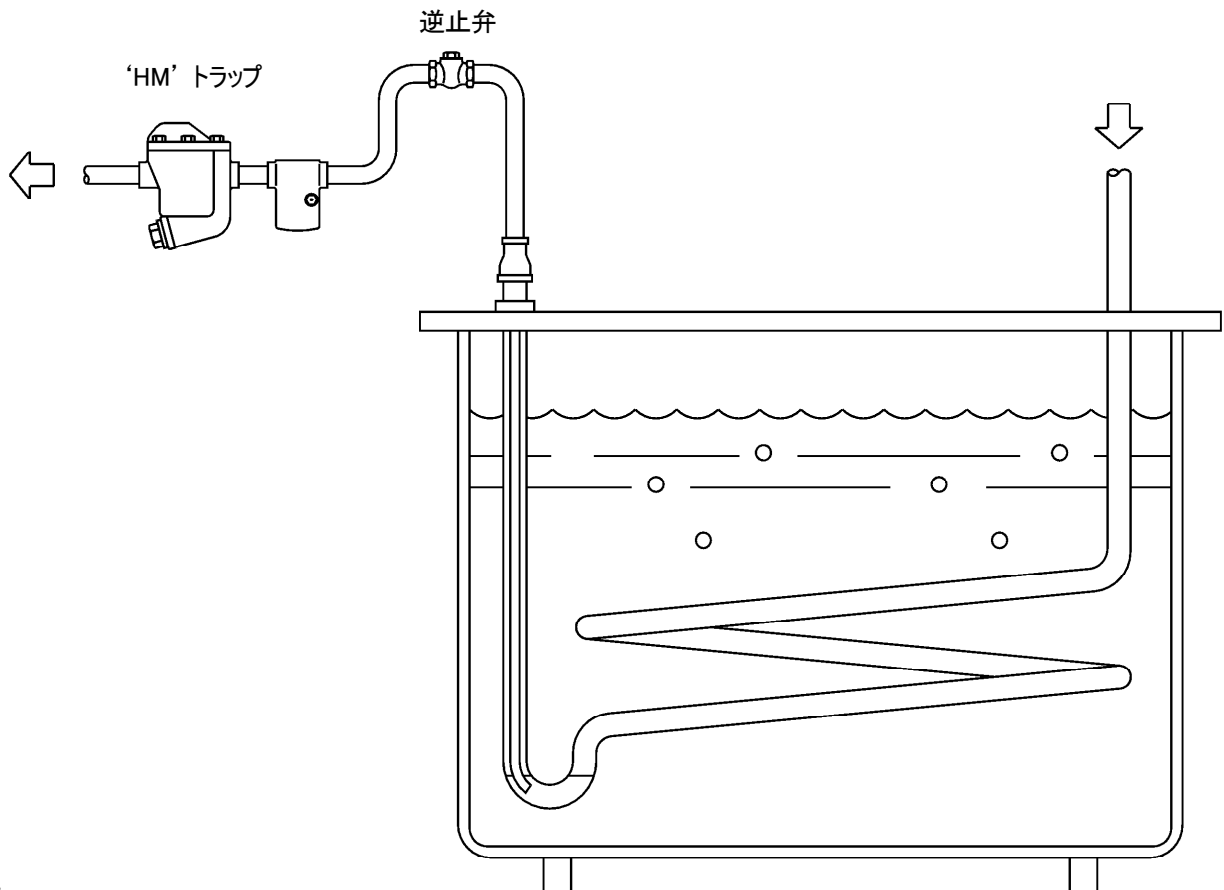

図 6
- 3.8** トラップが排水ポイントより高く、小さい立ち上がりボアに接するところに取り付けなければならない場合、‘U’シールを使ってください。内部がウォーターシールされないように、トラップの前に逆止弁を取り付けてください（図6参照）。